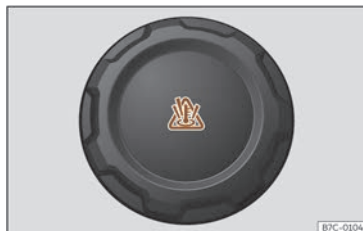

Fig. 194 Van dianteiro: tapón do depósito de expansión do líquido refrixerante.
- O depósito de expansión do líquido refrixerante do motor reconécese polo símbolo que hai sobre a tapa 📖 >>> **fig. 194**